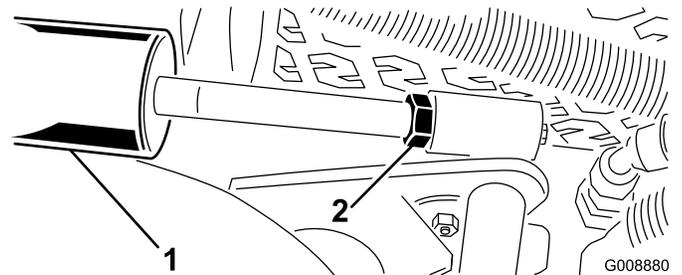

図 12
- A. カッティングユニットを降下させ、シリンダについているジャムナットを戻す (図 12)。